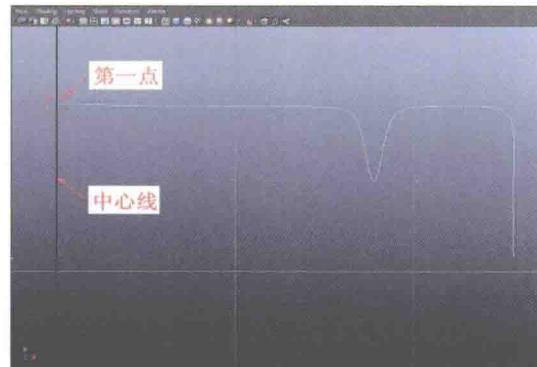

图 1-1-15
- 14 按空格键,切换视图到【Front】视图,选择【Create】/【CV Curve Tool】工具创建 CV 曲线,如图 1-1-15 所示。